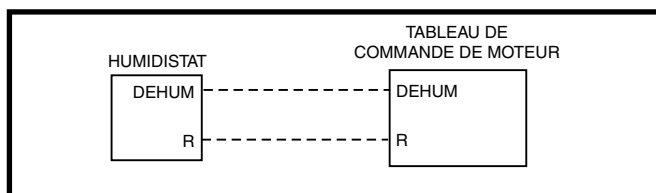

Figure 25. Configuration de câblage DEHUM avec humidistat
- Si le thermostat de la salle intègre un capteur d'humidité et une sortie **DEHUM**, brancher la sortie **DEHUM** du thermostat à la borne **DEHUM** du tableau de commande de moteur. Consulter la Figure 25.